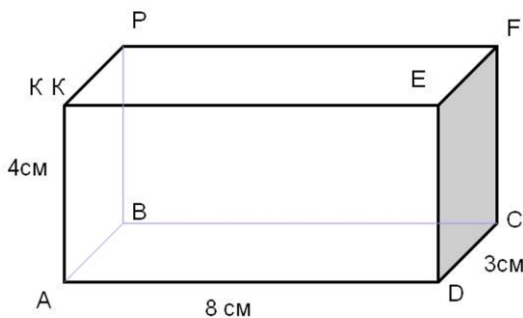

Рис. 1
3. Оформите чертеж фигуры на формате А4 по алгоритму (рис. 1).